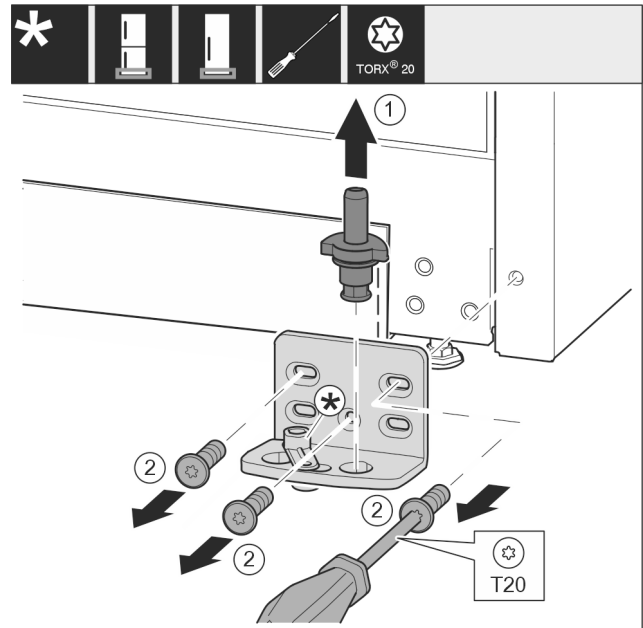

Fig. 14
- ▶ Опорний гвинт цілком витягніть рухом вгору. Fig. 14 (1)
- ▶ Викрутіть гвинти за допомогою викрутки T20 та зніміть опорний кронштейн. Fig. 14 (2)